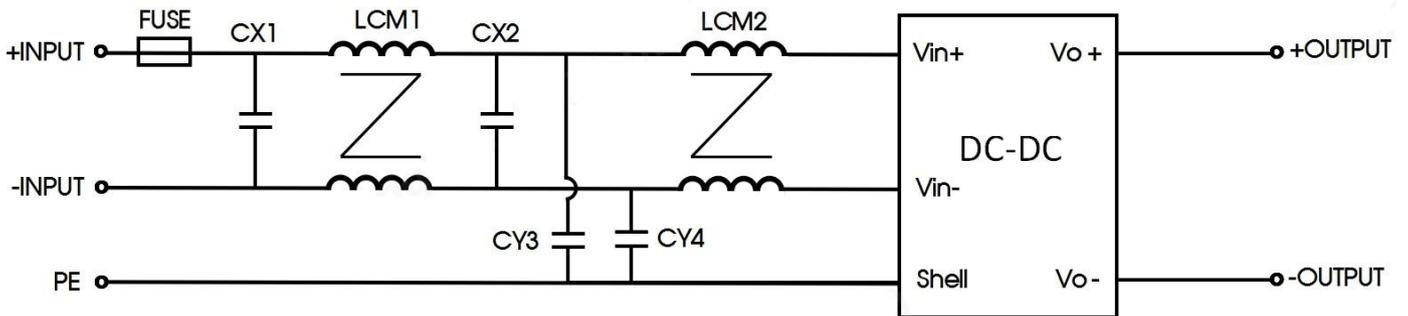
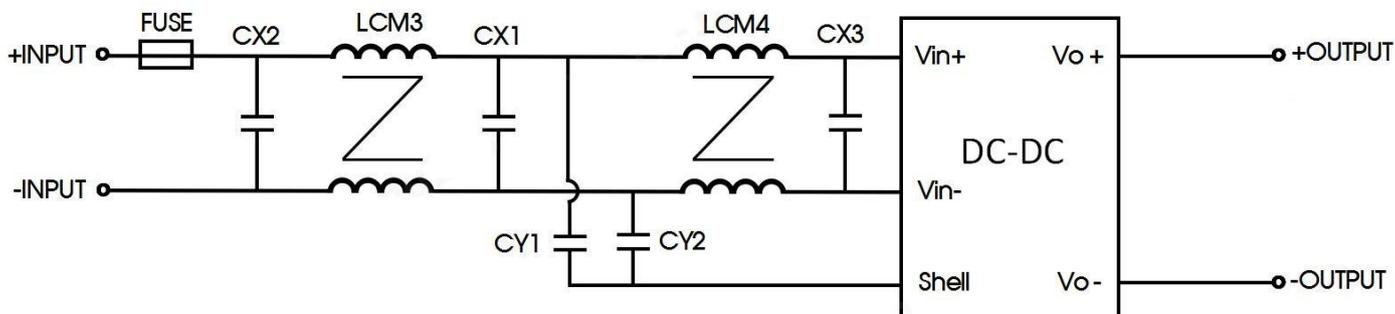

图 2: CLASS I 推荐电路
图 3: CLASS II 推荐电路
| EMC 特性 | EMI | 传导骚扰 | CISPR32/EN55032 | CLASS A (推荐电路见图 2) | |
| | | 辐射骚扰 | CISPR32/EN55032 | CLASS A (推荐电路见图 2) | |
| | | | IEC/EN61000-4-4 | ±4KV (推荐电路见图 2) | Perf. Criteria A |
| | | | IEC/EN61000-4-5 | Line to line ±1KV/ line to Shell ±2KV(推荐电路见图 2) | Perf. Criteria A |
2.若电磁兼容环境恶劣, 请参考推荐电路图 2、图 3;